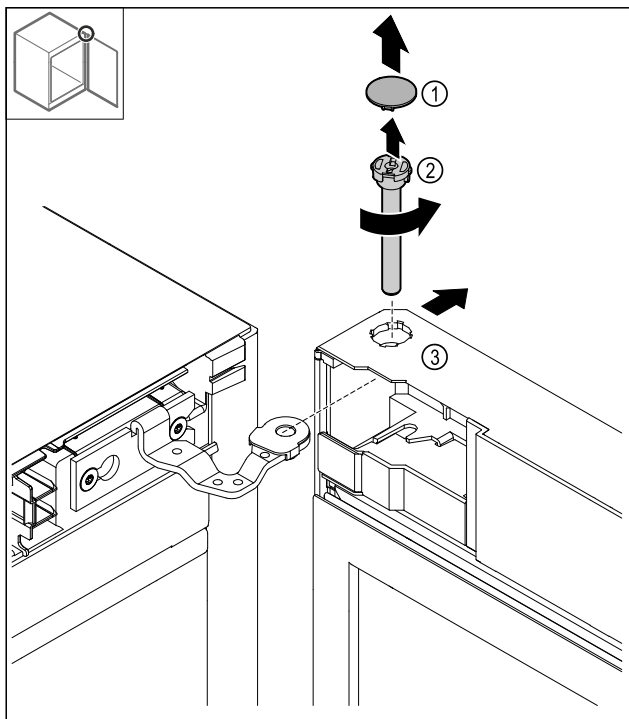

Fig. 18
- ▶ Сваляте капака Fig. 18 (1).
- ▶ Развийте болта Fig. 18 (2) обратно на часовниковата стрелка и го изтеглете.
- ▶ Наклонете леко вратата Fig. 18 (3).